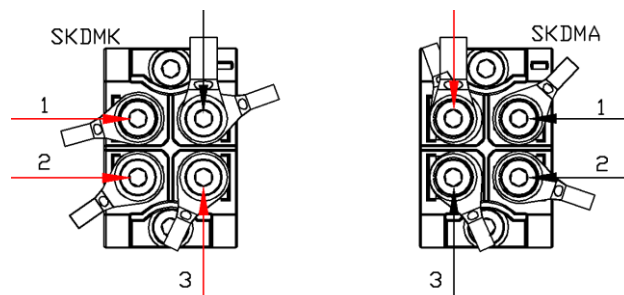

Figura 6.3: Posição das ponteiros para condução dos módulos de diodos
2. Com um ohmímetro, medir a resistência de cada diodo de acordo com a Figura 6.3. Cabo positivo (vermelho) no anodo e o comum (preto) no catodo para medir no sentido de condução.